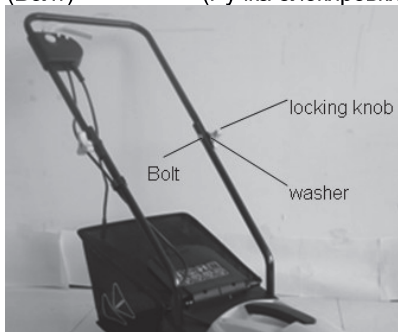

Рис.3D
B) Соедините верхнюю ручку и нижнюю ручку с помощью фиксирующей ручки. (Рис.3D).